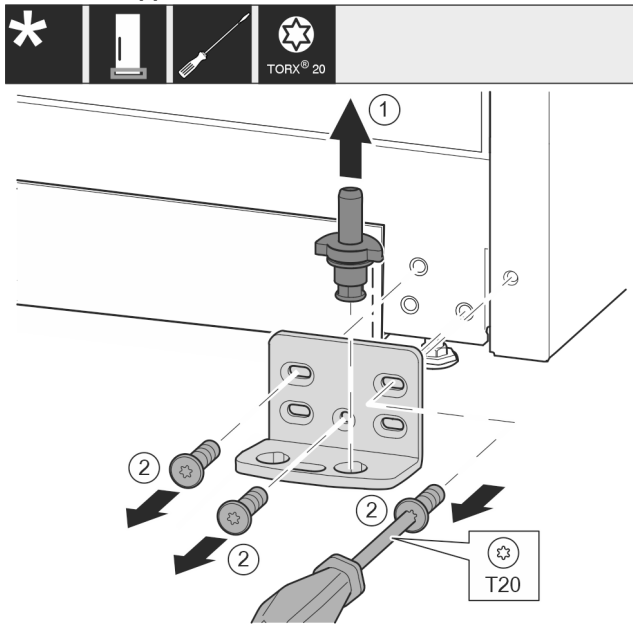

Fig. 12
- Sortir complètement l'axe de palier par le haut. Fig. 12 (1)
- Desserrer les vis avec le tournevis T20 et enlever le support de palier. Fig. 12 (2)